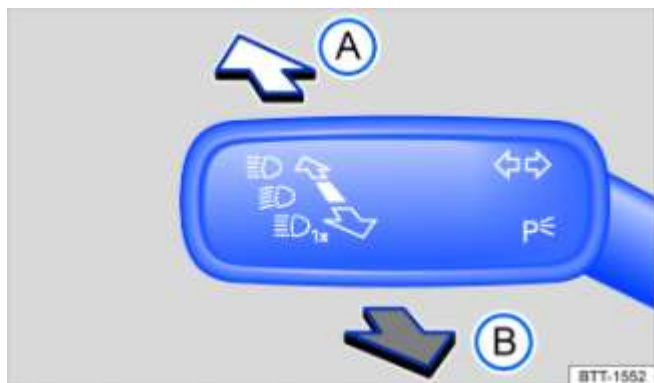

Fig. 84 À gauche sur la colonne de direction : levier des clignotants et de l'inverseur-codes
– En partant de la position médiane, amenez le levier des clignotants et de l'inverseur-codes dans la position suivante → Fig. 84 :